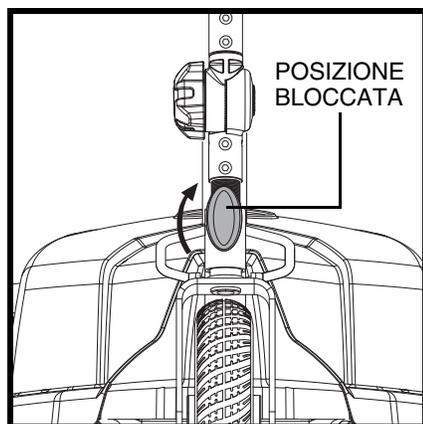

Figura 22. Bloccasterzo (Bloccato)
2. Bloccare il manubrio in posizione diritta in avanti spingendo la manopola di blocco del manubrio e ruotandola in senso orario di 90°. **Vedere figura 22.** La ruota anteriore deve essere rivolta in avanti per bloccare il manubrio.